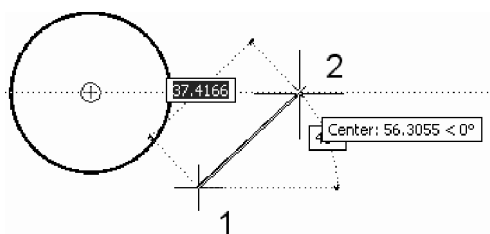

Fig. 4.20 Modul *Object Snap Tracking*
- Se dorește desenarea unui segment de dreaptă al cărui capăt să fie situat pe aceeași orizontală cu centrul unui cerc desenat anterior, ca în Fig. 4.20.